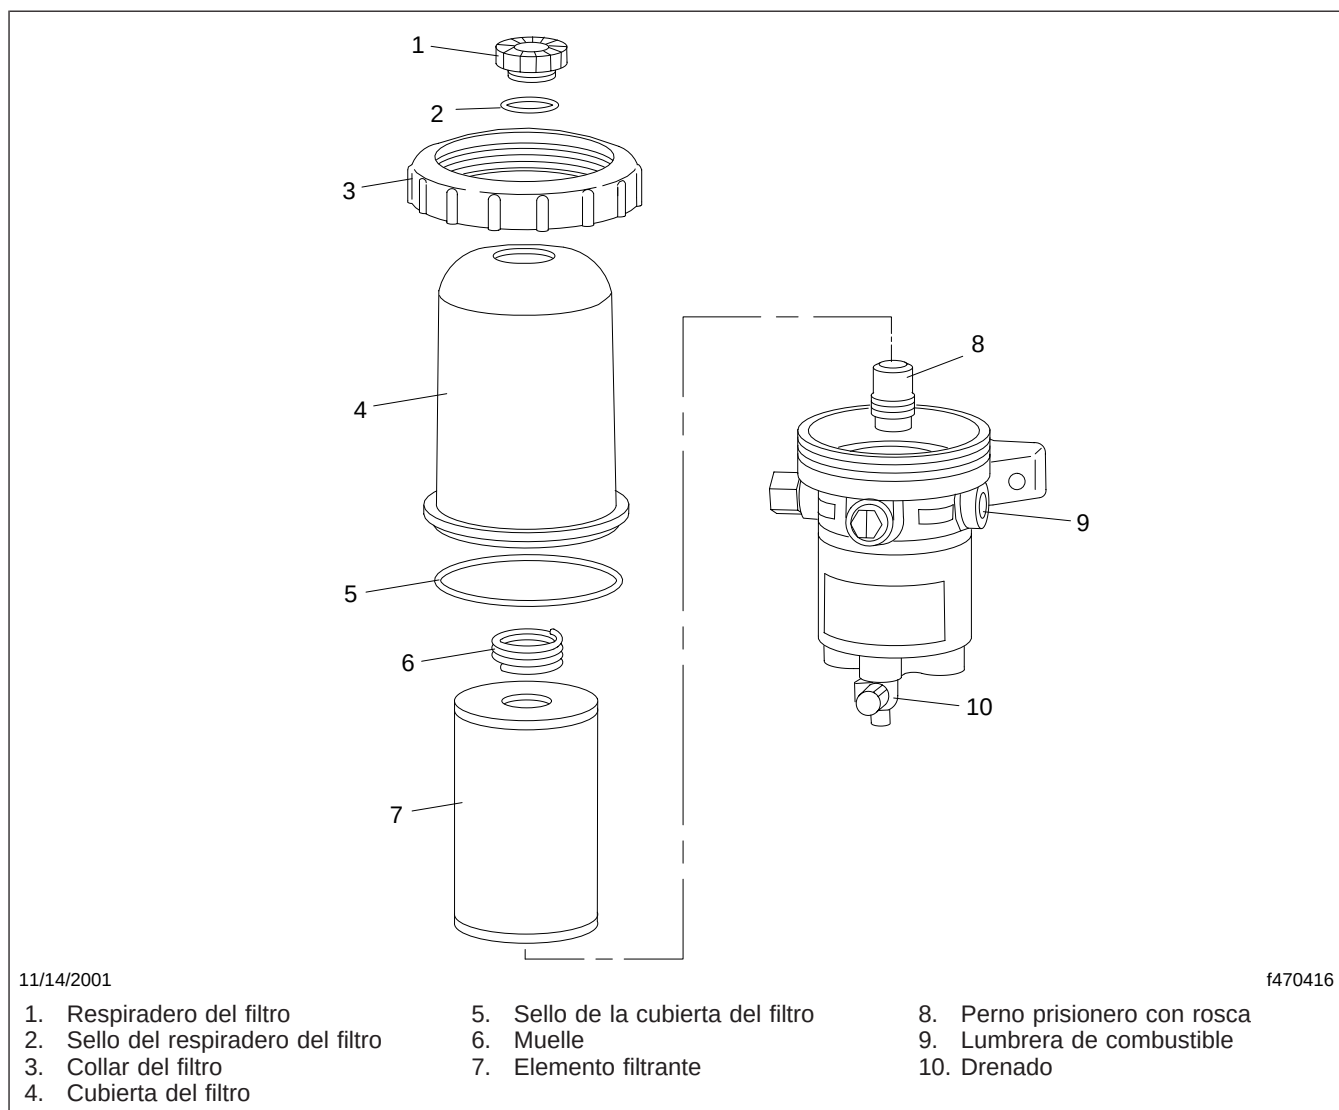
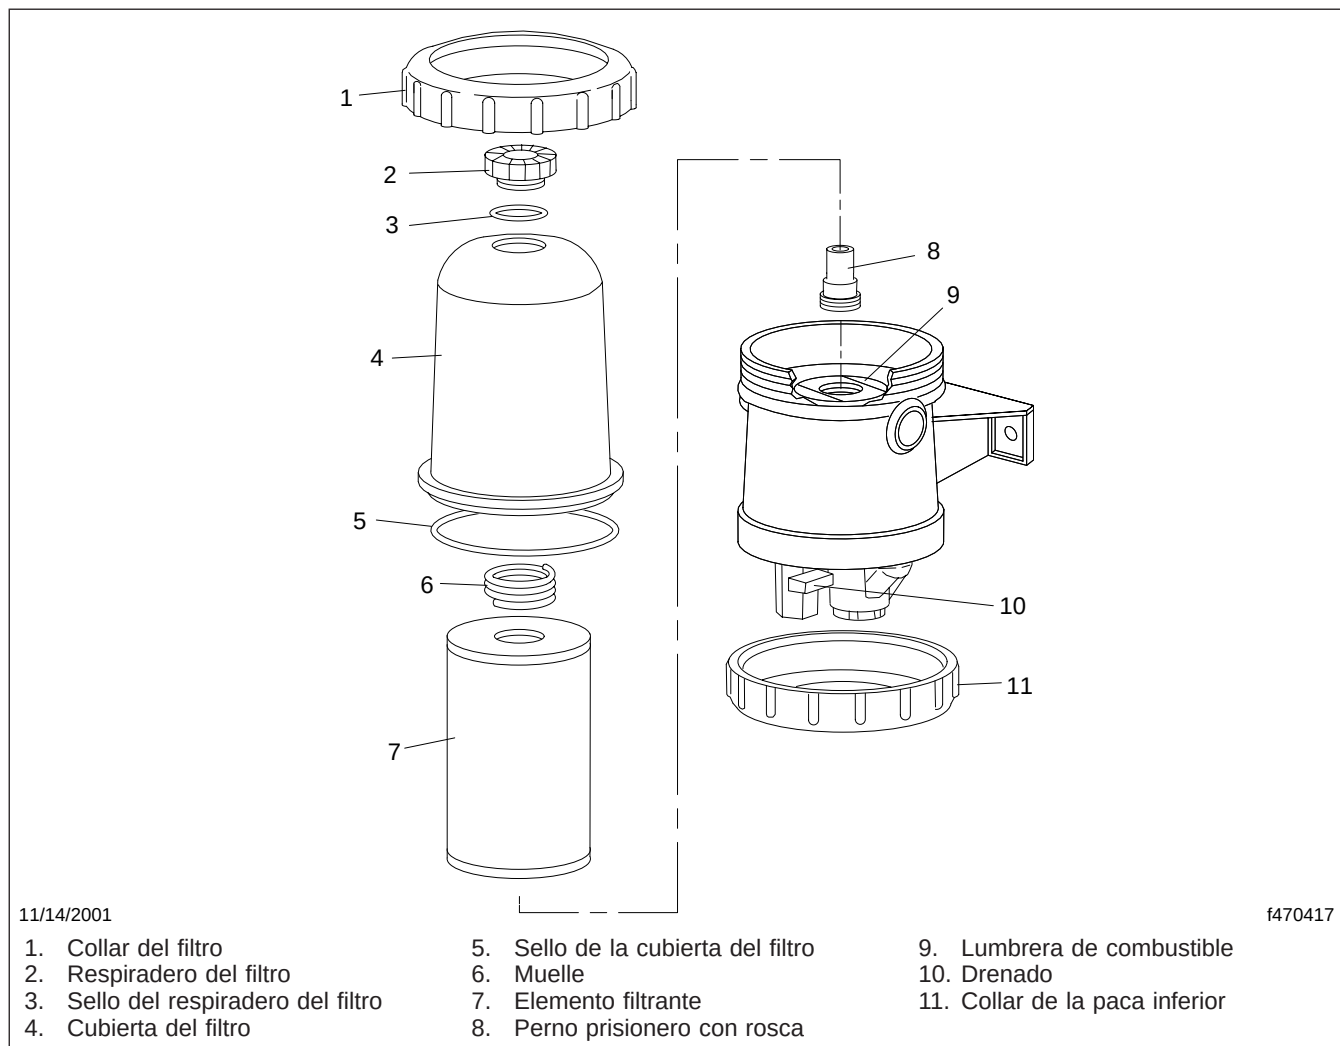

Figura 13.2, Separadores de combustible y agua modelos Davco 232 y 233
Figura 13.3, Separador de combustible y agua modelo Davco 382
1. Drene el combustible hasta que el nivel este por debajo del collar del filtro. Vea en la **Figura 13.2** los modelos 232/233 de separador de combustible y agua, y en la **Figura 13.3** el modelo 382 de separador de combustible y agua.